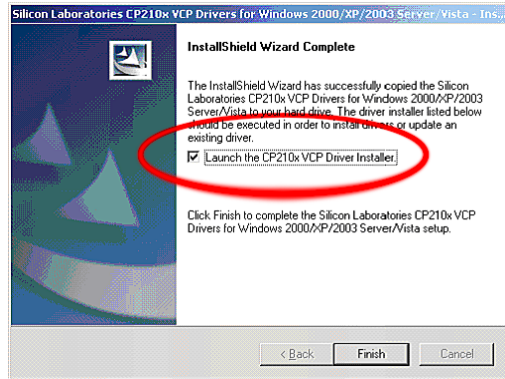

Рисунок 6.12
- на екрані з'явиться вікно (рисунок 6.12). Встановить позначку